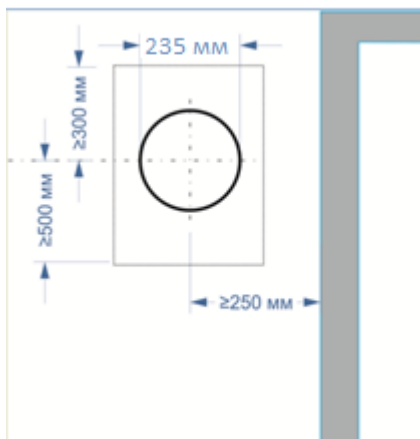

Рис.1
- Центр отверстия должен находиться на расстоянии не менее 250 мм от края окна (рис. 1)